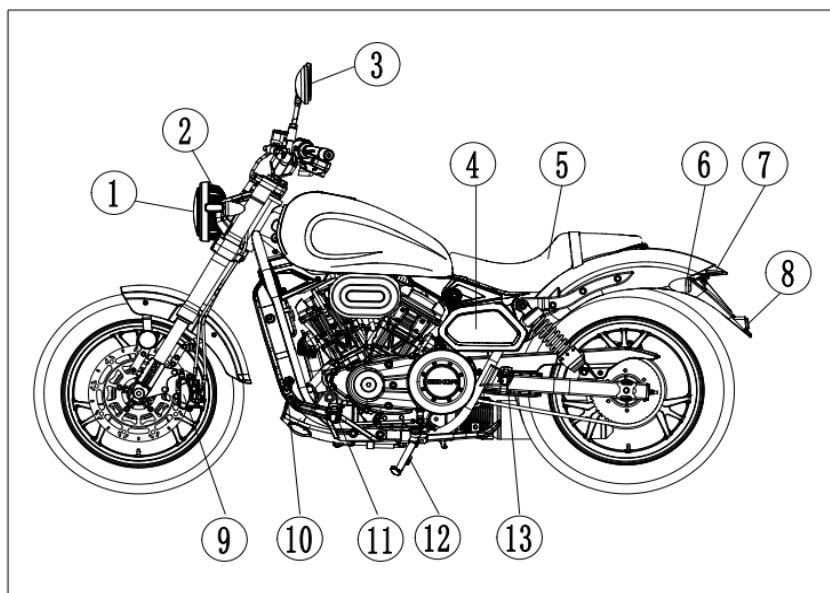

Рисунок 1
1.2. Расположение номера (Рис. 1)
- ①、 Номер рамы (VIN): с правой стороны стакана передней вилки;
- ②、 Заводская табличка: на передней части с правой стороны рамы;
- ③、 Номер двигателя: слева на картере
1. (Рис. 1)
- ① Фара
- ② Указатель поворота, передний левый
- ③ Зеркало заднего вида, левое
- ④ Аккумуляторная батарея
- ⑤ Сиденье
- ⑥ Указатель поворота задний левый
- ⑦ Задний фонарь
- ⑧ Светоотражатель
- ⑨ Суппорт тормоза переднего колеса
- ⑩ Педаль переключения передач